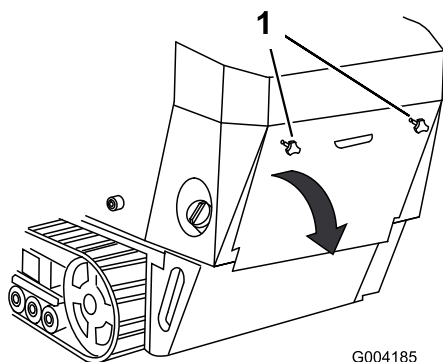

Рисунок 29
1. Отверните 2 маховичка, которые крепят заднюю крышку доступа к машине (Рисунок 29).
2. Для того чтобы получить доступ к внутренним компонентам, наклоните заднюю крышку доступа и снимите ее (Рисунок 29).